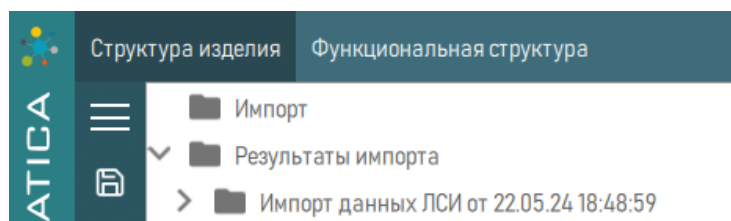

Рисунок 170 – Импорт данных в папку «Результаты импорта»
6) Если папка для импорта не была выбрана (в т.ч. если выбрано ФИ или другой объект), то данные помещаются в подпапке для папки «Результаты импорта» с указанием даты и времени импорта (рисунок 170).